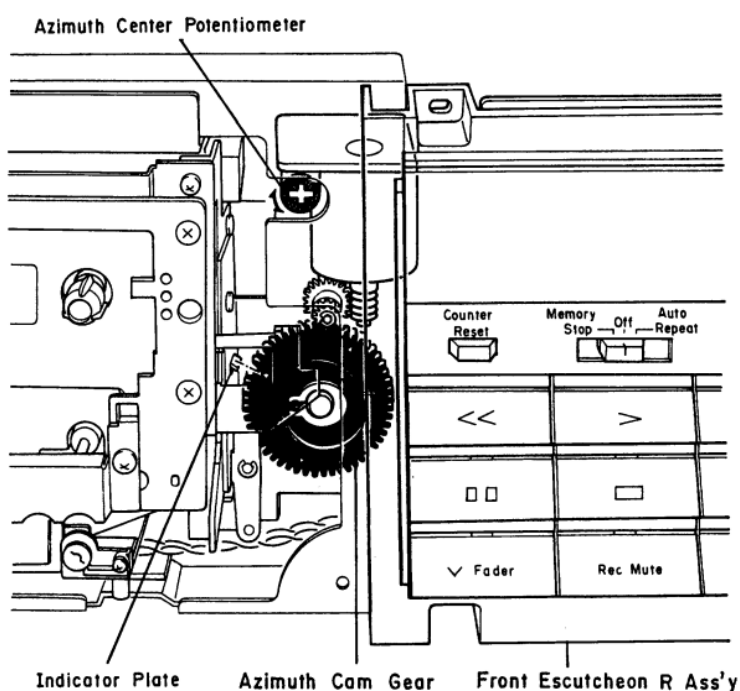

Fig. 3.5
- (1)松开四颗螺丝, 取下顶盖; 松开六颗螺丝, 取下前面板。
- (2)松开四个螺钉, 将前锁眼盖组件从前底盘上拆下, 并将其滑动到右侧, 以便接近方位中心电位计。
- (3)将测试装置连接至逻辑印刷电路板组件上的 CN-11。
- (4)打开电源, 按下测试装置上的 **TEST** 按钮。
- (5)按下测试单元上的 **CENTER** 按钮。
- (6)调整方位中心可调电阻 VR602, 使方位凸轮齿轮上的箭头标记与机构底盘的指示板相对应, 如图 3.5 所示。
- (7)按下 **TEST** 按钮两次。
- (8)关闭电源, 从 CN-11 上取下测试单元, 并组装前锁眼盖组件、前面板和顶盖。